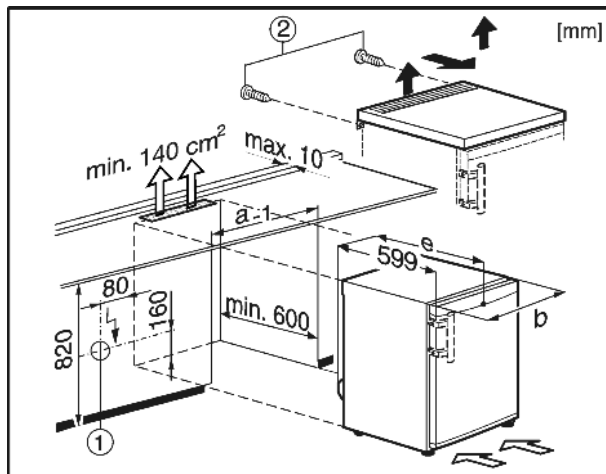

Fig. 9
Розетка Fig. 9 (1) повинна бути розташована у легкодоступному місці, за межами задньої області пристрою.
- ▶ Викрутіть гвинти Fig. 9 (2) на задній стінці.